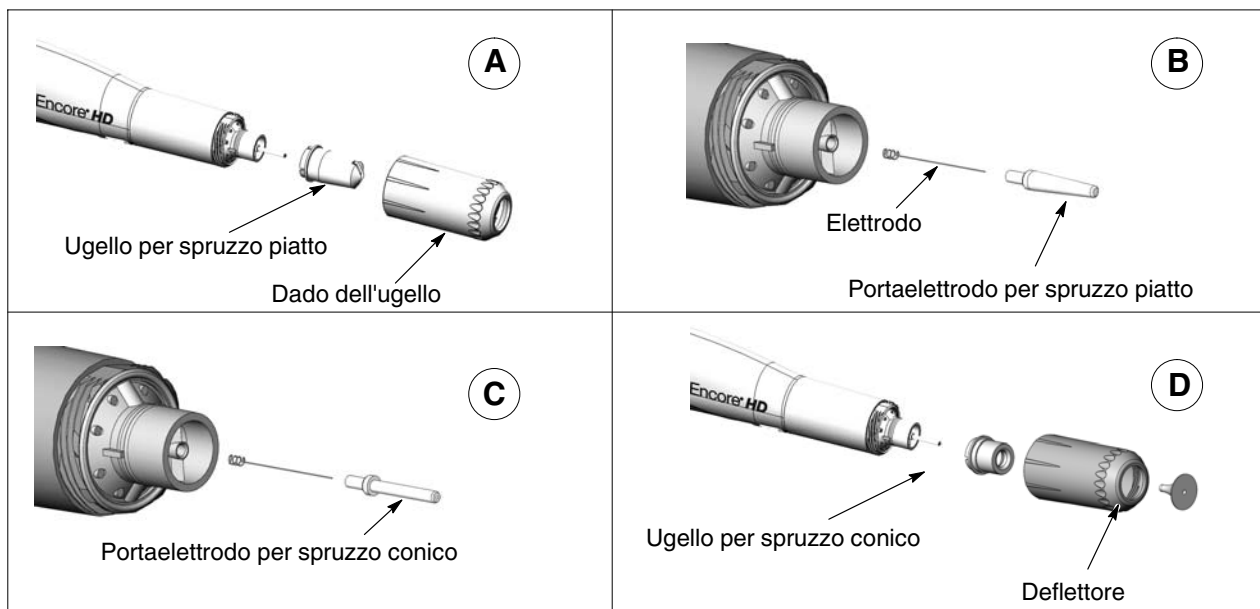

Figura 4-6 Conversione da ugello per spruzzo piatto a ugello per spruzzo conico
2. Convertire il portaelettrodo e l'ugello. Vedi figura 4-6.